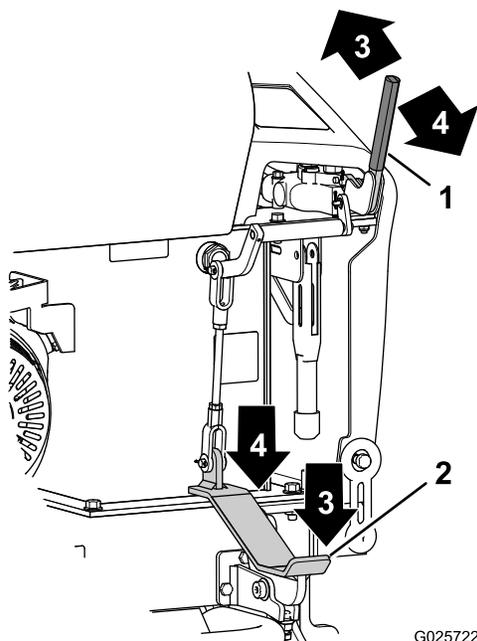

Figure 9
2. Videz la trémie en poussant la poignée de vidage en avant ou en appuyant sur l'avant de la pédale de vidage (Figure 9).
- Relevez la trémie en tirant la poignée ou en appuyant sur l'arrière de la pédale de vidage (Figure 9).